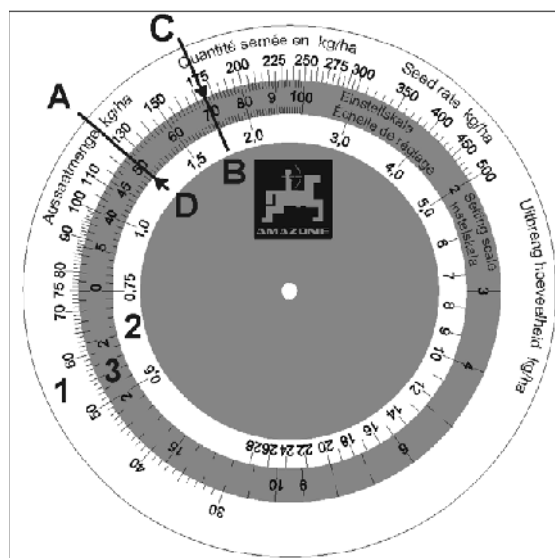

Fig. 84
Die Rechenscheibe besteht aus drei Skalen: einer äußeren weißen Skala (Fig. 84/1) für alle Aussaatmengen über 30 kg/ha und einer inneren weißen Skala (Fig. 84/2) für alle Aussaatmengen unter 30 kg/ha. Auf der mittleren, farbigen Skala (Fig. 84/3) sind die Getriebestellungen von 1 bis 100 angegeben.
- Die Aussaatmenge 125 kg/ha (Fig. 84/A) und die "Getriebestellung 50" (Fig. 84/B) auf der Rechenscheibe übereinander stellen.
- Lesen Sie nun auf der Rechenscheibe die Getriebestellung für die gewünschte Aussaatmenge von 175 kg/ha ab (Fig. 84/C). In unserem Beispiel ist das die "Getriebestellung 70" (Fig. 84/D).